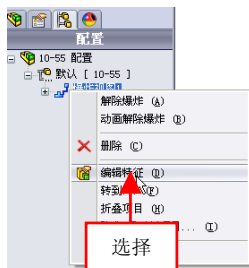

图 10-57 选择【编辑特征】选项
(3) 选择【爆炸视图 1】选项，单击鼠标右键，在弹出的快捷菜单中，选择【编辑特征】选项，如图 10-57 所示。